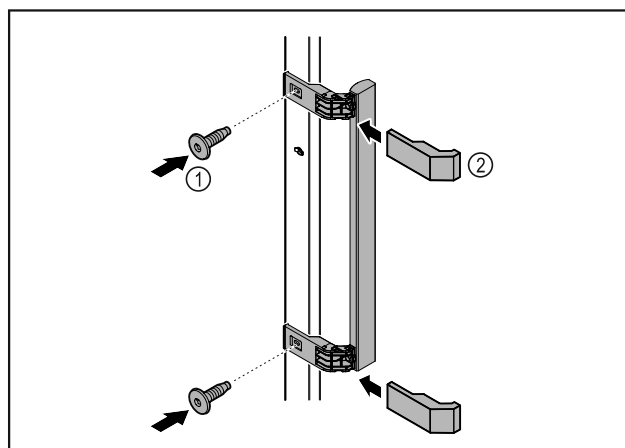

Fig. 44
- ▶ Szerelje fel az ajtóra a kilincset a csomagban található csavarok Fig. 44 (1) segítségével.
- ▶ Helyezze fel a fedelet Fig. 44 (2).